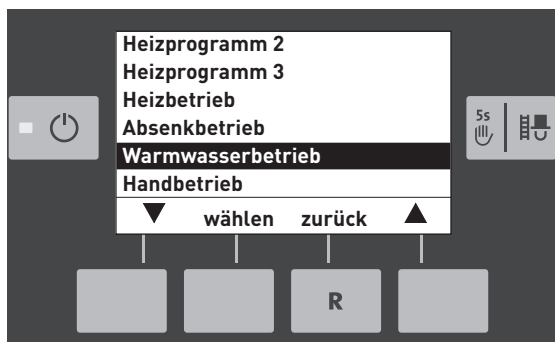

Fig. 24
- ▶ „Warmwasserbetrieb“ auswählen– Fig. 24.